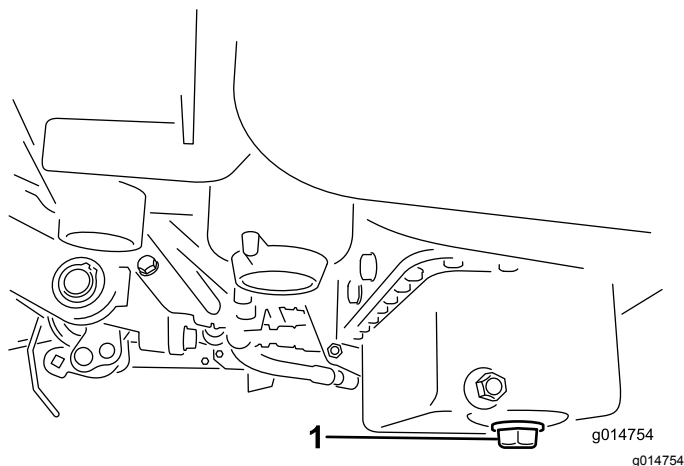

Figura 45
1. Togliete il tappo di spurgo e lasciate defluire l'olio in una bacinella. Quando l'olio cessa di defluire, rimontate il tappo (Figura 45).